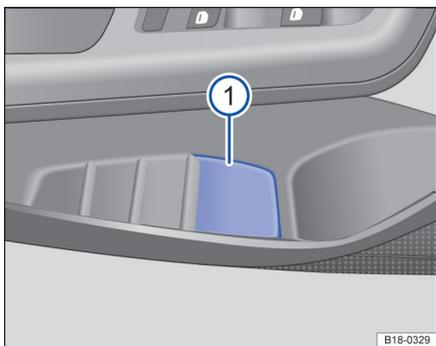

图 120 驾驶员车门中的饮料瓶支架
前可放置饮料瓶的饮料瓶支架⇒图 120①位于驾驶员和副驾驶员车门内侧的杂物箱内。